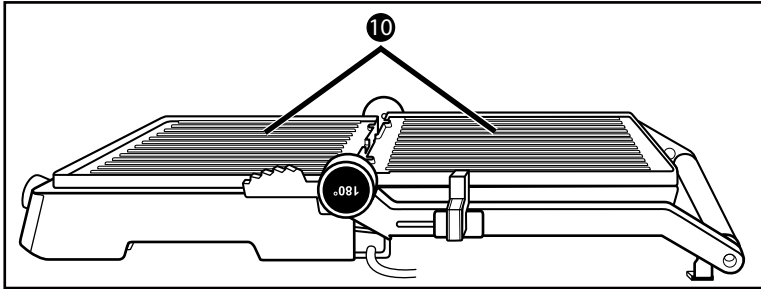

Bild 2
- 3) Värmeplattorna 10 ligger nu intill varandra och kan användas som bordsgrill (bild 2).